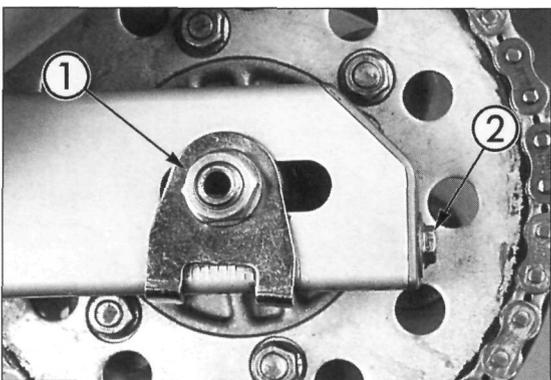

Bild 38
- Zum Korrigieren des Durchhangs Hinterachsmutter ① Bild 38 lockern. Spansschrauben ② jeweils um gleiche Anzahl von Umdrehungen weiterdrehen, bis Kette korrekten Durchhang erreicht.